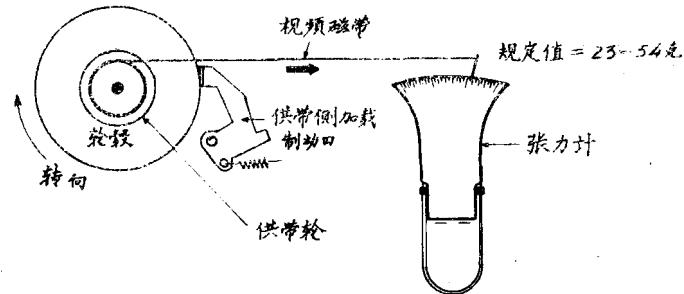

图17
3. 将轮毂（在其上将磁带转几圈）装在供带轮上，如图17所示。
4. 如图17所示，以加载速度将磁带向右拉动。